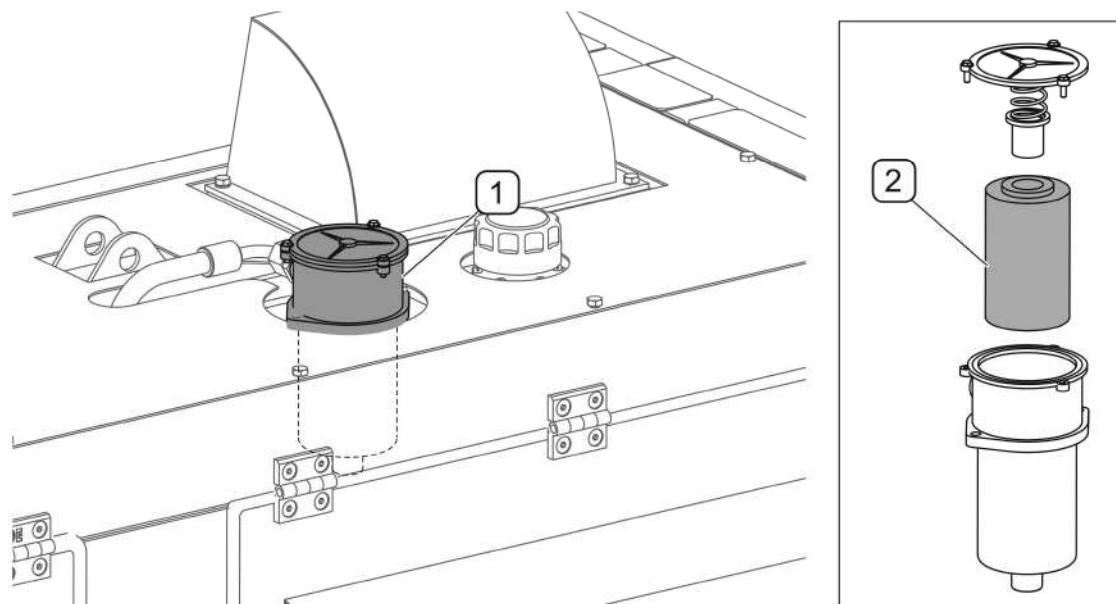
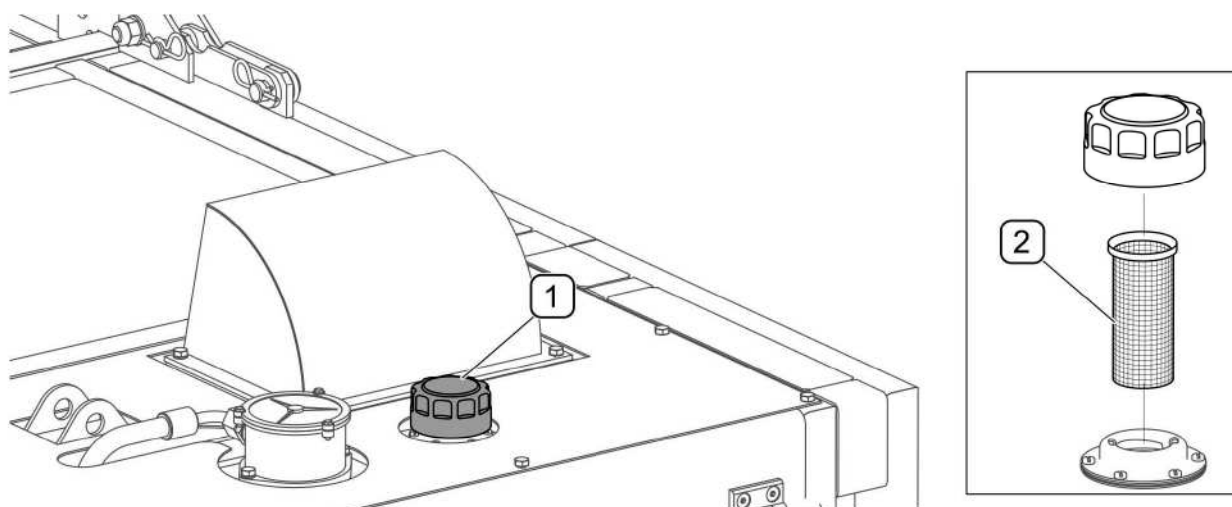
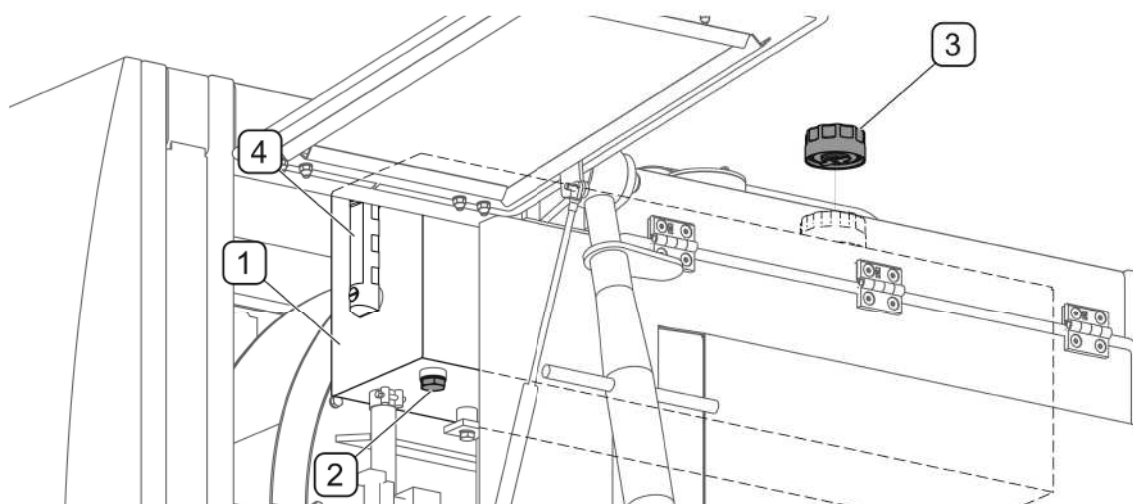

РИСУНОК 5.20А Замена фильтрующего вкладыша в возвратном масляном
РИСУНОК 5.21А Фильтрующая сетка
РИСУНОК 5.22А Замена масла в маслобаке гидравлической системы
Возвратный масляный фильтр (РИСУНОК 5.20А) размещается в верхней части маслосборника. В возвратном фильтре имеется фильтрующий вкладыш, который необходимо периодически заменять.
Фильтрующая сетка (РИСУНОК 5.21А) устанавливается в заливном отверстии. Ее нужно регулярно очищать. Отвинтить пробку (1), извлечь фильтрующую сетку (2) и промыть раствором моющего средства.
(1)- пробка отверстия для залива масла; (2)- сетчатый фильтр
В маслобункер (1) гидравлической системы вмещается 40 литров гидравлического масла HL-32. Необходимо периодически проверять уровень масла на указателе уровня масла (4) (РИСУНОК 5.22А). При замене масла необходимо заменить вкладыш возвратного масляного фильтра (РИСУНОК 5.20А) и очистить сетчатый фильтр в заливном отверстии (РИСУНОК 5.21А). Удаление воздуха из гидравлической системы осуществляется автоматически во время работы машины.
Для замены масла необходимо (РИСУНОК 5.22А):